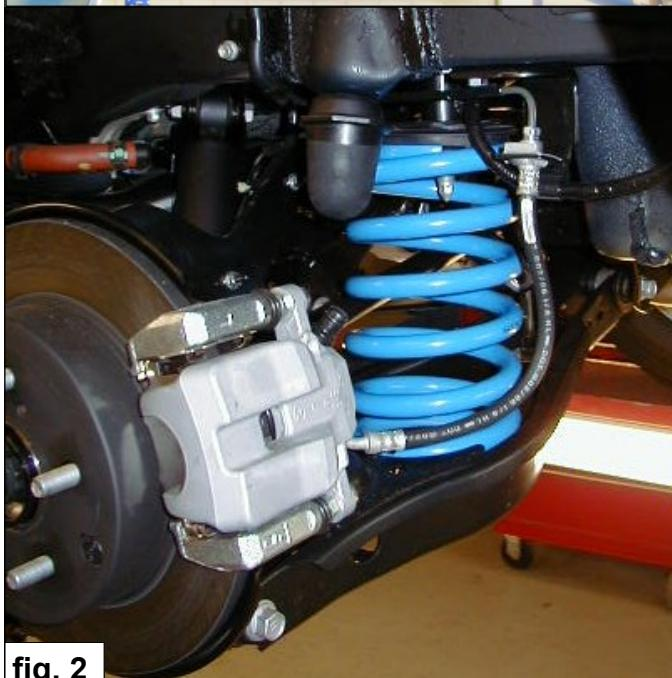

fig. 2
- Montez le ressort principal M.A.D noter que l'extrémité supérieure du ressort aux points de roue. Fig 2+3
- Montera M.A.D. fjädern. Fig 2+3
- Monte el nuevo muelle M.A.D . Fig 2+3